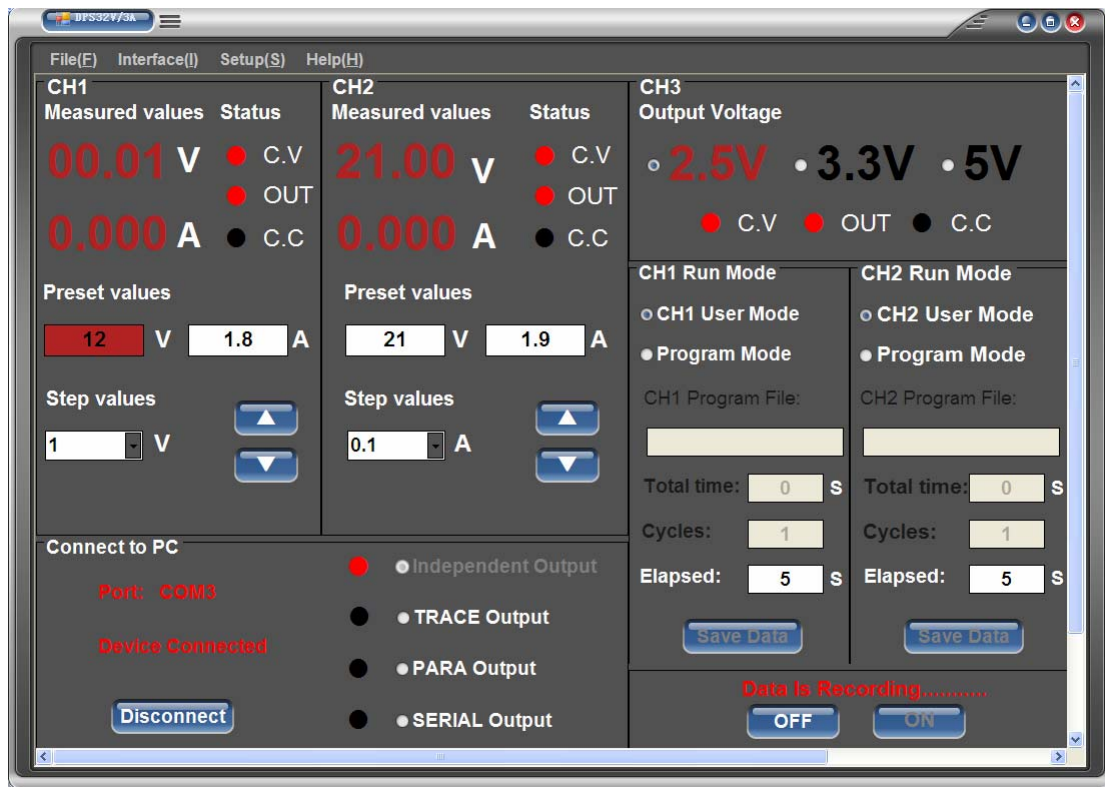

图 30
6、CH1 和 CH2 通道输出方式选择, 如图 30—33 所示;